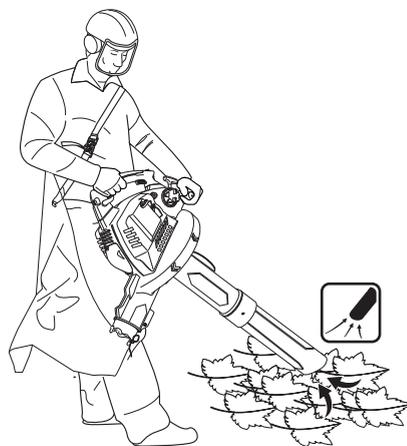

Fig. 27
- > Les feuilles sont aspirées dans le tube et stockées dans le sac de ramassage [22] (Fig. 27).